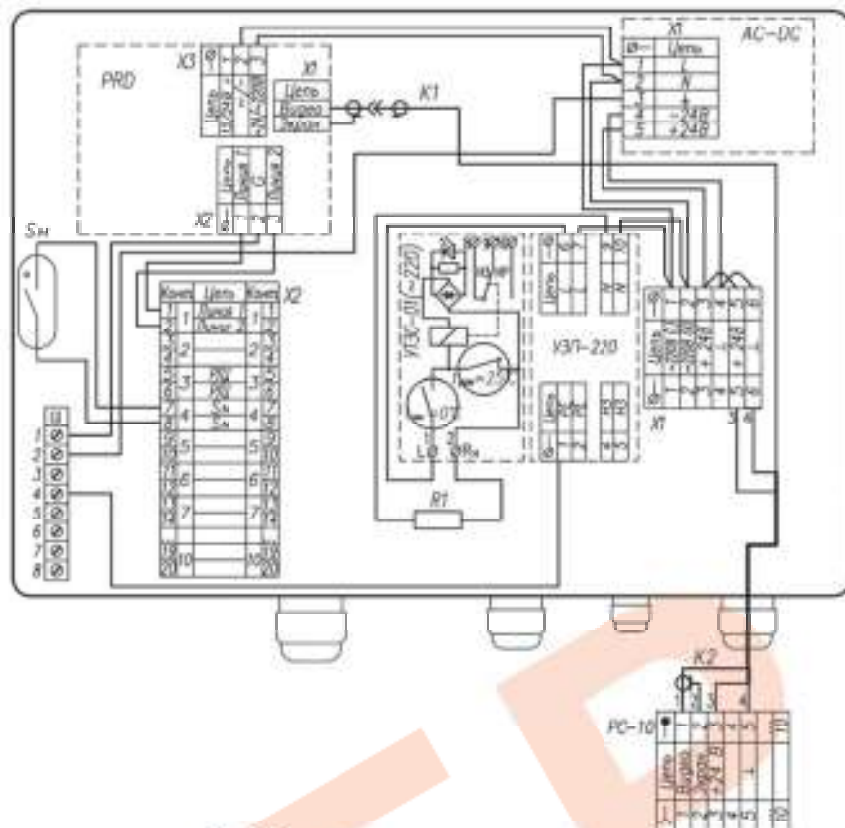
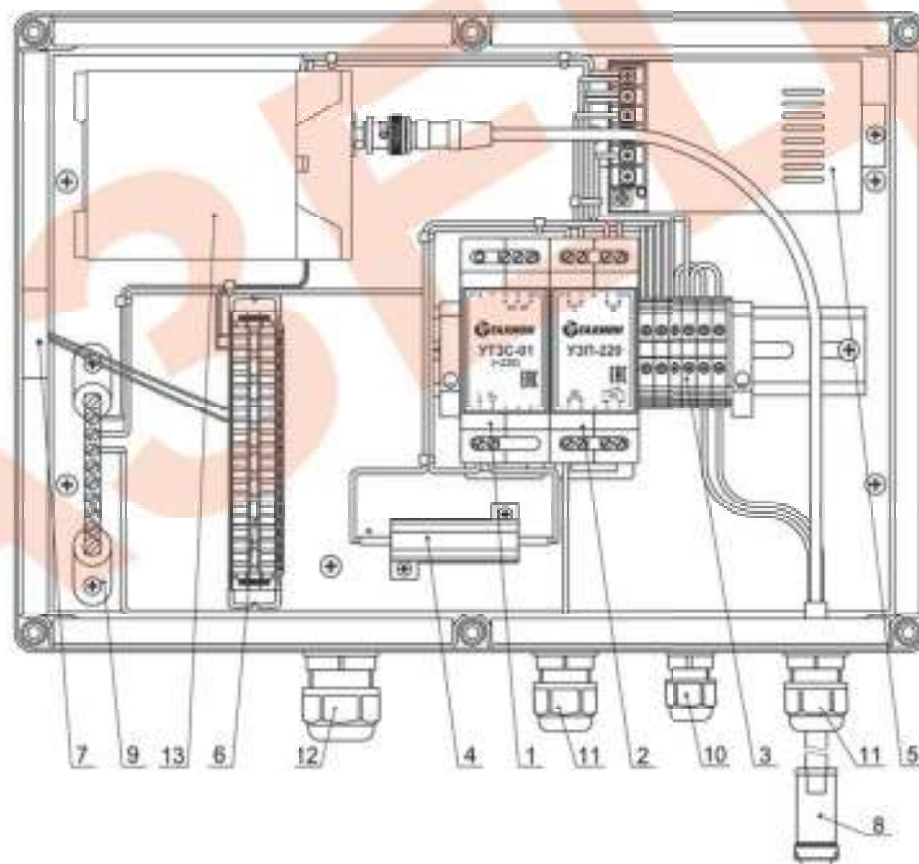

Рис.2 Схема электрическая принципиальная
Рис.1 Устройство КМГО-220 (крышка не показана)
В состав изделия входят (см. рис.1 и рис.2):
Подключение цепей изделия производится в соответствии со схемой электрической принципиальной (рис.2). Для подключения необходимо:
3. Подключить магнитоконтактный извещатель Sm (поз.7 рис.1) к внешнему устройству сигнализации через контакты 7 и 8 (4-я пара) плинта X2.
4. Розетку PC-10 (поз.8 рис.1) подключить к вилке PCF-10, установленной на гермобоксе телекамеры.